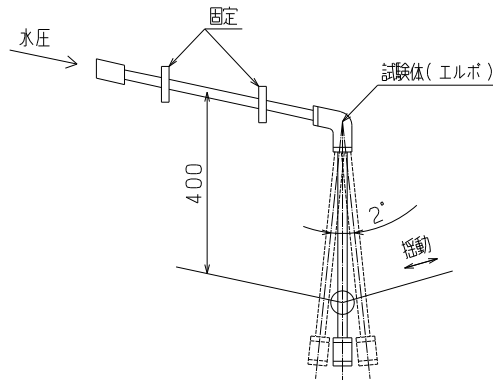

図 4-15 揺動試験 I 概略図
(1) 試験方法
図 4-15 に示すように継手に管を接合し、【試験①】水圧 0.6MPa、振り角度 2° 、振り速さ 0.5Hz(30 回/分)で 10,000 回揺動し、ナットの緩み及び漏れの有無を確認する。その後、【試験②】水圧 1.75MPa、振り角度 2° 、振り速さ 0.5Hz(30 回/分)で 500,000 回揺動し、ナットの緩み、漏れ及びガスケットの摩耗の有無を確認する。